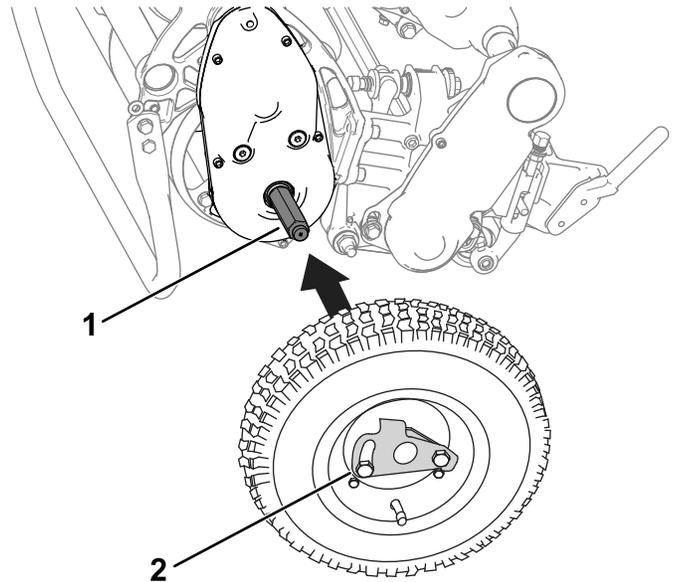

Figure 25
2. Glissez une roue sur un arbre (Figure 25).
3. Faites pivoter le clip de verrouillage (Figure 25) pour l'éloigner du centre de la roue et lui permettre de coulisser plus avant sur l'arbre.